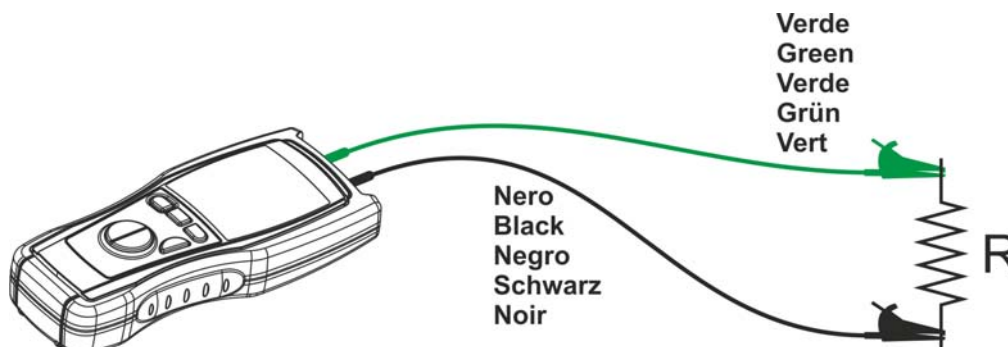

Fig. 5 : Connexion des bornes de l'instrument dans l'essai Ω
5. Positionner les embouts sur les points désirés du circuit sous test (voir Fig. 5).